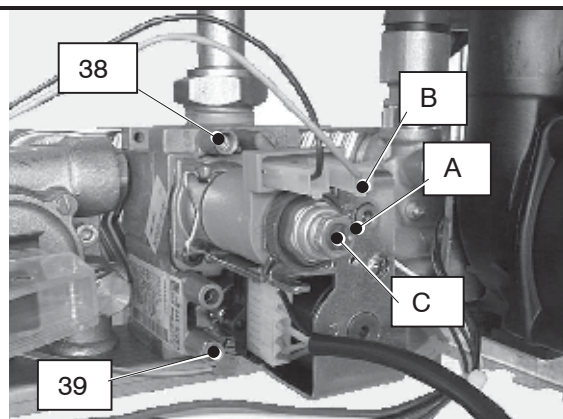

Fig. 6.4
2. Open the gas valve inlet pressure test point (38 in Fig. 6.4) at the valve input, connect a suitable pressure gauge, check the gas pressure of the supply network and compare the value on the gauge with the value indicated in the sections 4.4 or 4.5 (gas supply pressures).
2. Откройте клапан для проверки давления газа (38 на рис. 6.4), подключите соответствующий измерительный прибор, измерьте давление газа в сети и сравните его показания со значением, указанным в разделе 4.4, 4.5 (давление газа в сети).
| <ol style="list-style-type: none"> 4. Loosen the internal screw 37(Fig. 6.4) on the Outlet Pressure Test Point of the Gas Valve and connect a pressure gauge using a suitable hose. 5. Set the d.h.w. and c.h. temperature control knobs to their maximum position. 6. Switch on the boiler and open at least one hot water tap fully. 7. Check the maximum gas pressure and compare the value on the gauge with the value indicated in the sections 4.4, 4.5 (gas pressures at the burner), accordingly with the model of boiler installed. 8. To adjust the pressure rotate the maximum gas pressure adjustment (A in Fig. 6.4) until you obtain the required pressure (by rotating clockwise the pressure increases). 9. Switch off the boiler. 10. Disconnect the gas modulator coil by removing the electrical connector B (Fig. 6.4). | <ol style="list-style-type: none"> 4. Ослабьте внутренние болты 37 (рис.6.4) на выходной контрольной точке газового клапана и подсоедините датчик давления, используя подходящий шланг. 5. Установите рукоятки регулировки температуры горячей воды и отопления на максимальные значения. 6. Включите котел и откройте хотя бы один кран с горячей водой на полную мощность. 7. Проверьте максимальное давление газа и сравните его значение со значениями, указанными в разделах 4.4, 4.5 (давление газа на горелке), в соответствии с моделью установленного котла. 8. Чтобы увеличить давление, поверните регулировку максимального давления газа (А рис. 6.4) до тех пор, пока Вы не получите необходимое давление (при вращении по направлению часовой стрелки, давление возрастает) 9. Выключите котел. 10. Отключите модулирующую газовую катушку, отсоединив электрический контакт В (рис.6.4). |
| <ol style="list-style-type: none"> 11. Switch on the boiler. 12. Check the minimum gas pressure and compare the value on the gauge with the value indicated in the sections 4.4, 4.5 (gas pressures at the burner), accordingly with the model of boiler installed. To adjust the pressure rotate the minimum gas pressure adjustment (C in Fig. 6.4) until you obtain the required pressure (by rotating clockwise the pressure increases). | <ol style="list-style-type: none"> 11. Включите котел 12. Проверьте минимальное давление газа и сравните его значение со значениями, указанными в разделах 4.4, 4.5 (давление газа на горелке), в соответствии с установленной моделью котла. Чтобы увеличить давление, поворачивайте регулятор минимального давления газа (С на рис.6.4) до тех пор, пока не получите необходимые показатели (при вращении по направлению часовой стрелки, давление возрастает) |